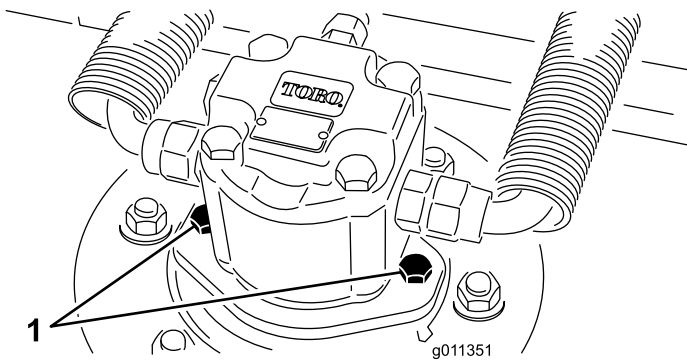

Figura 78
2. Desconecte y retire el motor hidráulico de la unidad de corte (Figura 78). Tape la parte superior del eje para evitar la contaminación.
3. Instale el motor hidráulico en la unidad de corte (Figura 78). Asegúrese de que la junta tórica está correctamente colocada y que no está dañada.